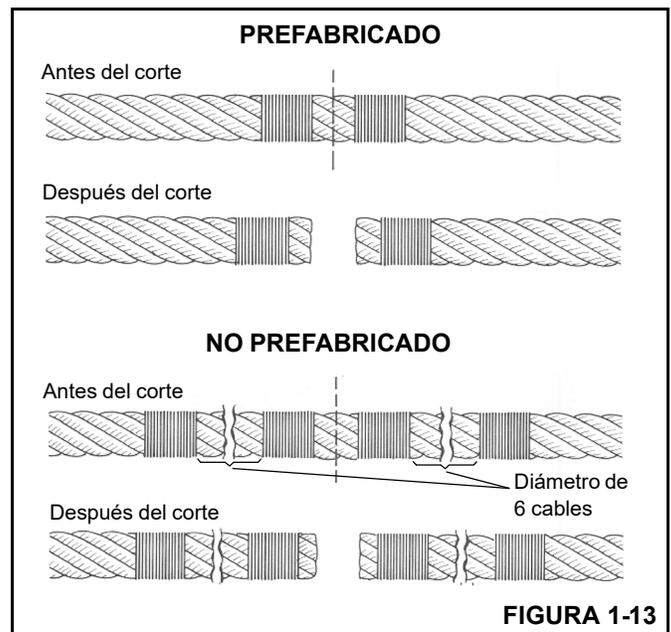

FIGURA 1-13
**NOTA:** Los cables no prefabricados deben tener dos sujeciones ubicadas en cada lado del corte (Figura 1-13).